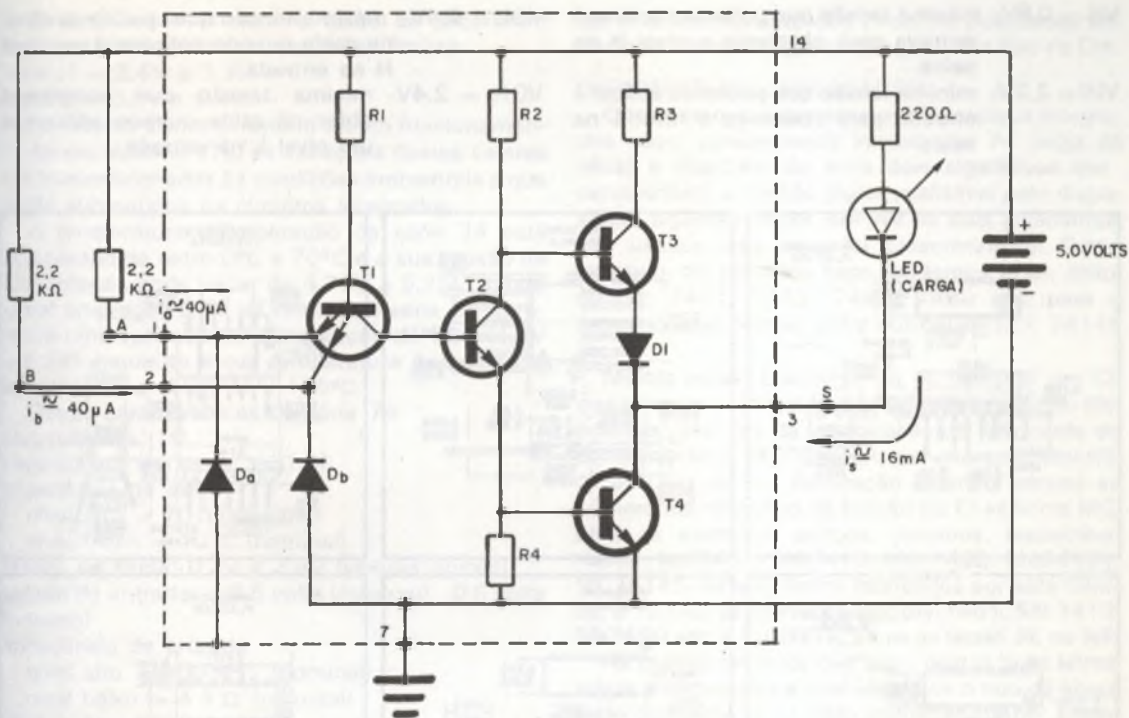

Figura 20
Suponhamos que as duas entradas a e b estejam em nível alto (H) - figura 20, nesta condição existirá uma pequena corrente circulando no sentido indicado na figura 20, a corrente coletor-base de T1 circulará pela junção base-emissor de T2 fazendo com que este se situe na região de saturação (conduzindo fortemente) o que por sua vez origina na saturação de T4 o qual irá caracterizar o nível baixo de tensão na saída que justamente corresponde à
A tensão de saída em nível L, como vimos, está compreendida entre 200 a 400 mV e o transistor T4 é capaz de absorver uma corrente do circuito externo de 16 mA, o que equivale a uma cargabilidade ("fan-out") de 10, isto é, o nível L de saída pode controlar até 10 entradas de gates distintos, ou não, já que, a cada entrada em nível L, como veremos adiante, 'envia' 1,6 mA. A entrada, em nível alto, "puxa" uma corrente da ordem de 40 μ A - figura 20.